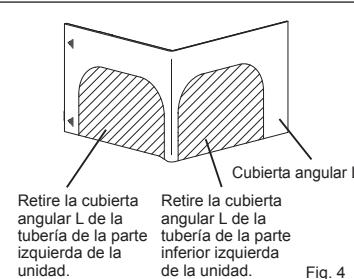
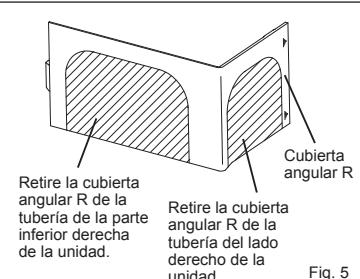

Fig. 4
Fig. 5
- En función de la dirección de la tubería, retire la parte sombreada de la cubierta angular L (Fig. 4) o de la cubierta angular R (Fig. 5). Vuelva a instalar la cubierta de la instalación eléctrica, la cubierta angular y el panel frontal.
- 5) Inserte completamente la manguera de drenaje en el depósito de drenaje situado en la parte posterior derecha de la unidad interior. (Fig. 4)
- 6) Introduzca la manguera de drenaje en el manguito del orificio de la pared (C) y fije la parte superior de la unidad interior en la placa de instalación (1). A continuación, mueva la unidad interior totalmente a la izquierda para facilitar la colocación de las tuberías en la parte posterior de la unidad.
- 7) Corte dos trozos de cartón de la caja de embalaje (utilice dos trozos cualesquiera de las cuatro piezas), enróllelos, engáñelos en el saliente trasero y utilícelos como espaciadores para levantar la unidad interior. (Fig. 5)
- 8) Conecte el tubo de refrigerante a la tubería de extensión (B).
- 9) Fije la parte inferior de la unidad interior en la placa de instalación (1).
- Al conectar la manguera de drenaje al tubo de cloruro de vinilo duro, asegúrese de que queda fija al insertarla en el tubo. (Fig. 4)
- Labores de abocardamiento (Fig. 4, 5). Sujete firmemente el tubo de cobre de la dimensión que se muestra en la tabla. Seleccione A pulgadas (mm) en la tabla según la herramienta que emplee.